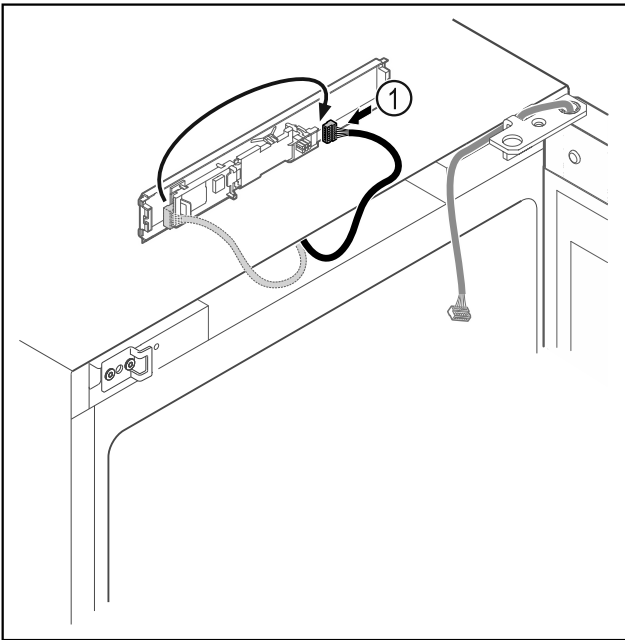

Fig. 19
- ▶ Переставьте штекер Fig. 19 (1) на панели.